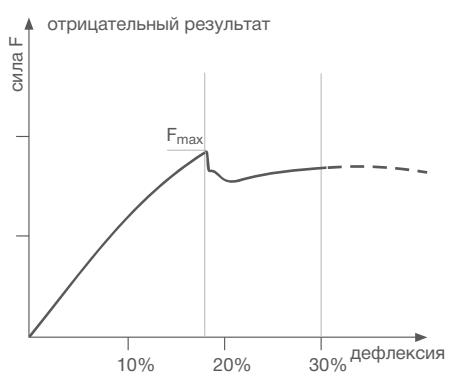

РИСУНОК 3.
- Коэффициент ползучести материала (Creep ratio) в соответствии с EN ISO 9967 (см. рис. 3), ГОСТ Р 54475-2011 (п. 8,7), ТУ 2248-001-9646-7180-2008 с изменениями №1 (п. 5,12);